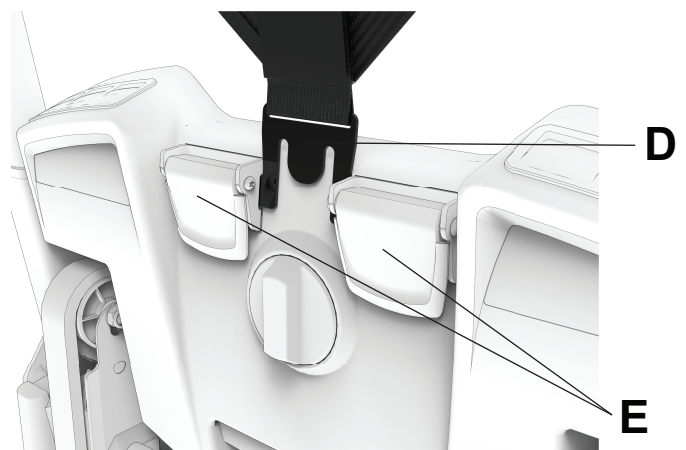

Figure 32 – Insérer le crochet
4. Pousser le clip en plastique (D) au bas du support de tête entre les deux supports à came noirs du PCS (E) à l'arrière de la chaise (Figure 32).